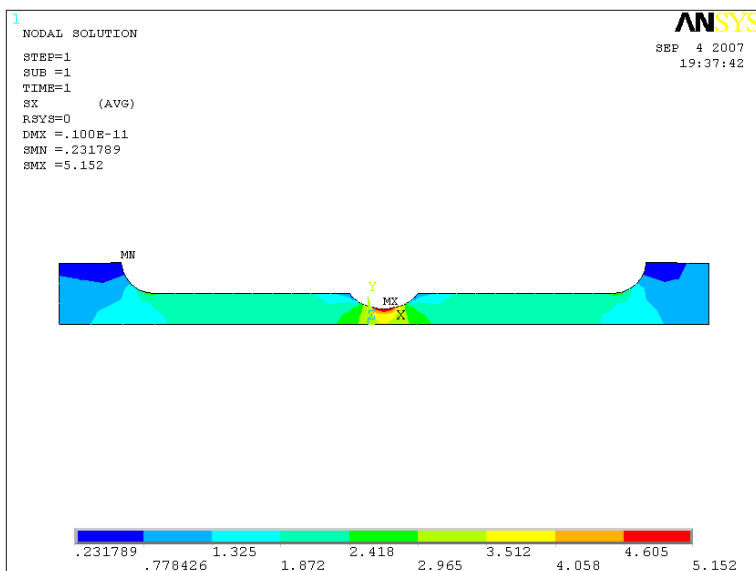

Рисунок 65. Результаты визуализации напряженного состояния образца
- Нажать кнопку **OK** (Рисунок 65).